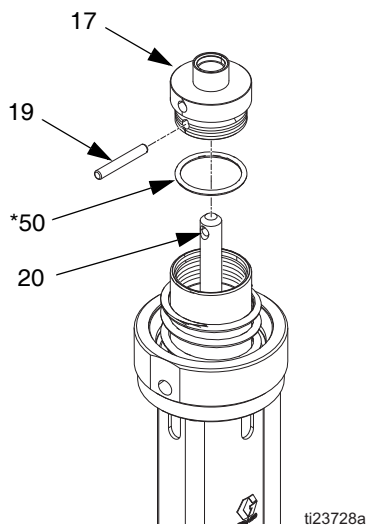

FIG. 14
5. Rimuovere la spina di centratura (19) ed estrarre la calotta del pistone (17) dall'albero di trasferimento (20). Rimuovere l'anello di tenuta (50*) dalla calotta del pistone. Ispezionare tutte le parti per rilevare eventuali danni. Vedere FIG. 14.